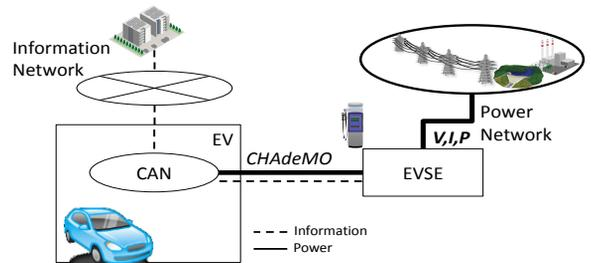

図1 急速充電時のEV、充電器、電力・通信ネットワークの関係
- EV急速充電時に、EV中の情報をCANを介してEVSEに送信し、種々のデータを遠隔データベースに記録します（図1）。